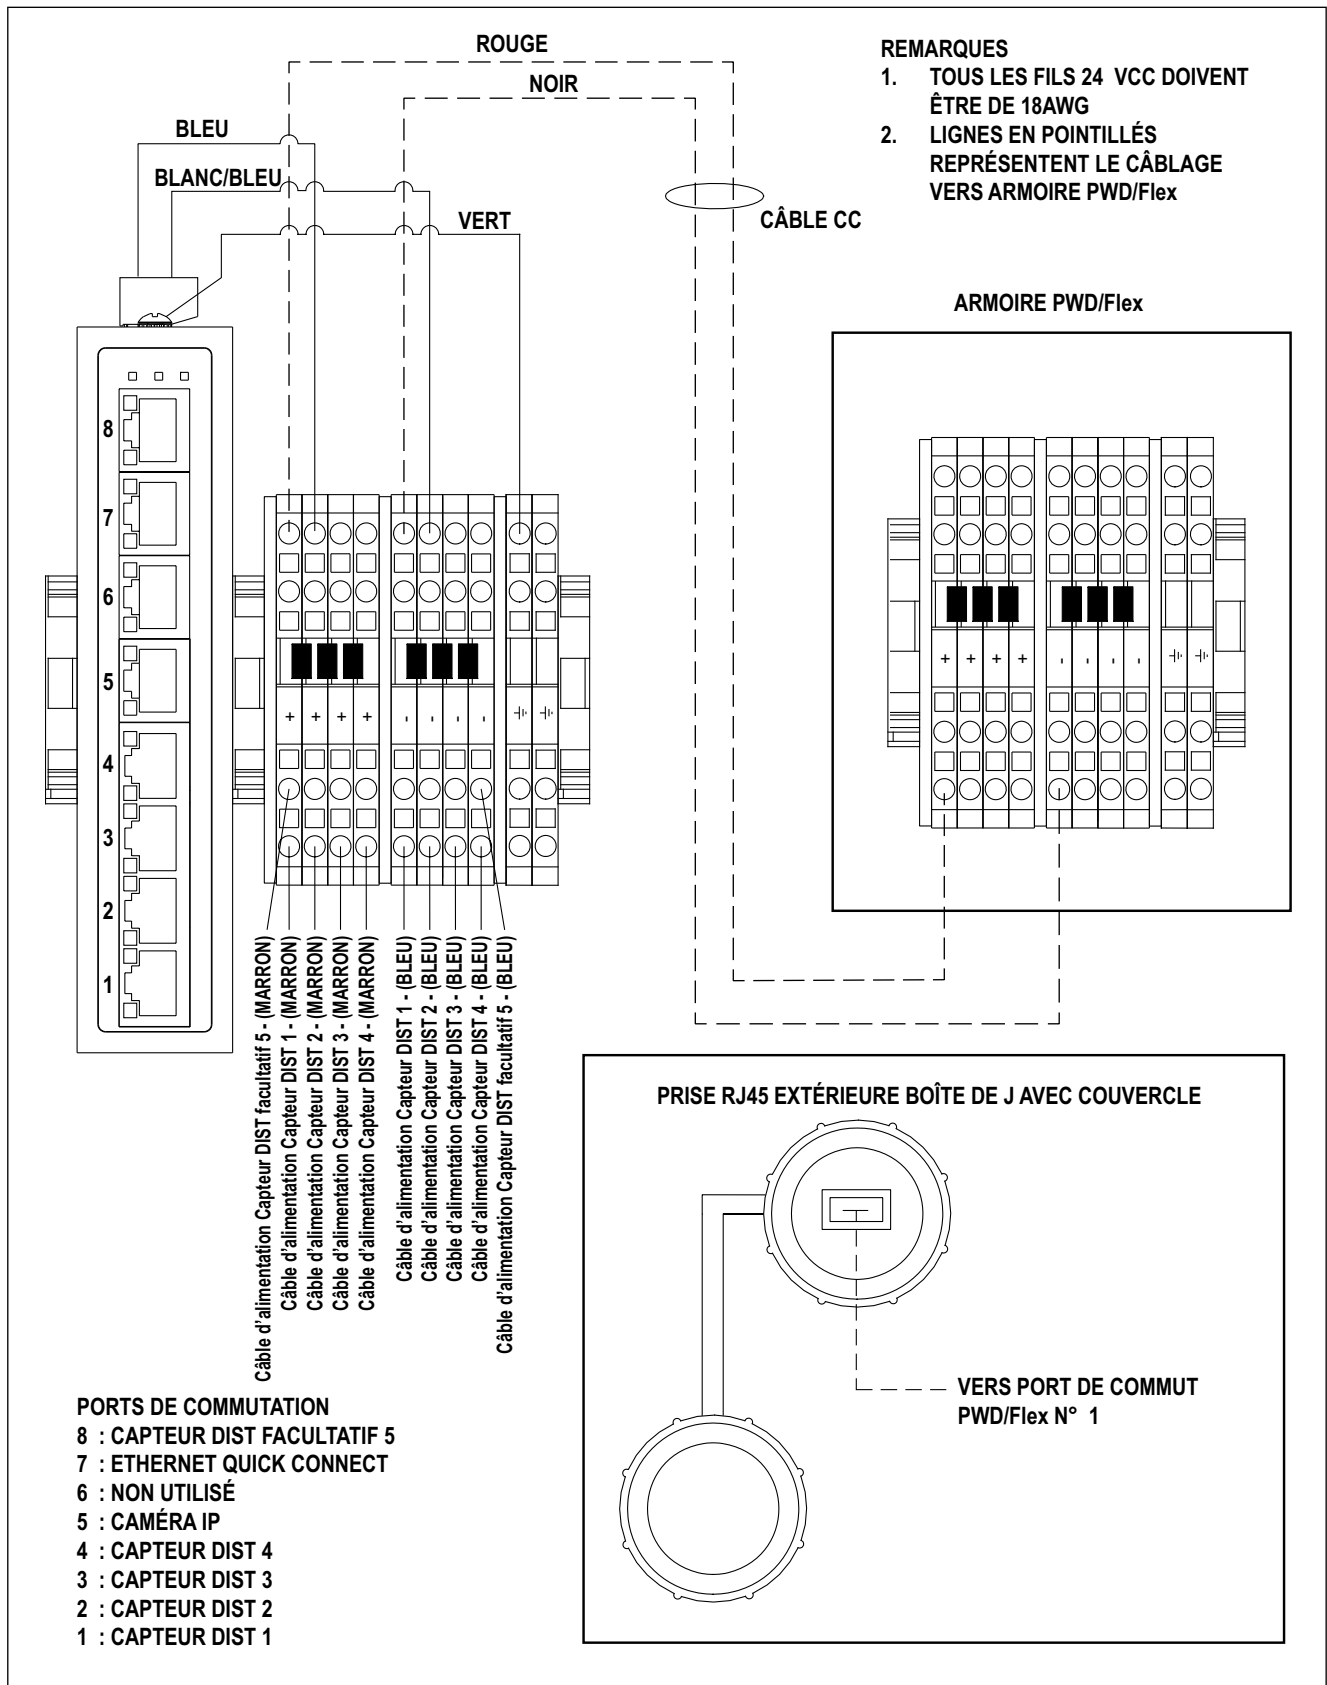

Figure 5-4. Câblage de la boîte de jonction
- Connectez les câbles Ethernet (verts) des capteurs IFM aux ports Ethernet de la boîte de jonction (Figure 5-4, page 27).
- Connectez les câbles d'alimentation des capteurs IFM au bornier de la boîte de jonction (Figure 5-4, page 27).
3. Câblez la boîte de jonction en suivant le schéma de la Figure 5-4, page 27.